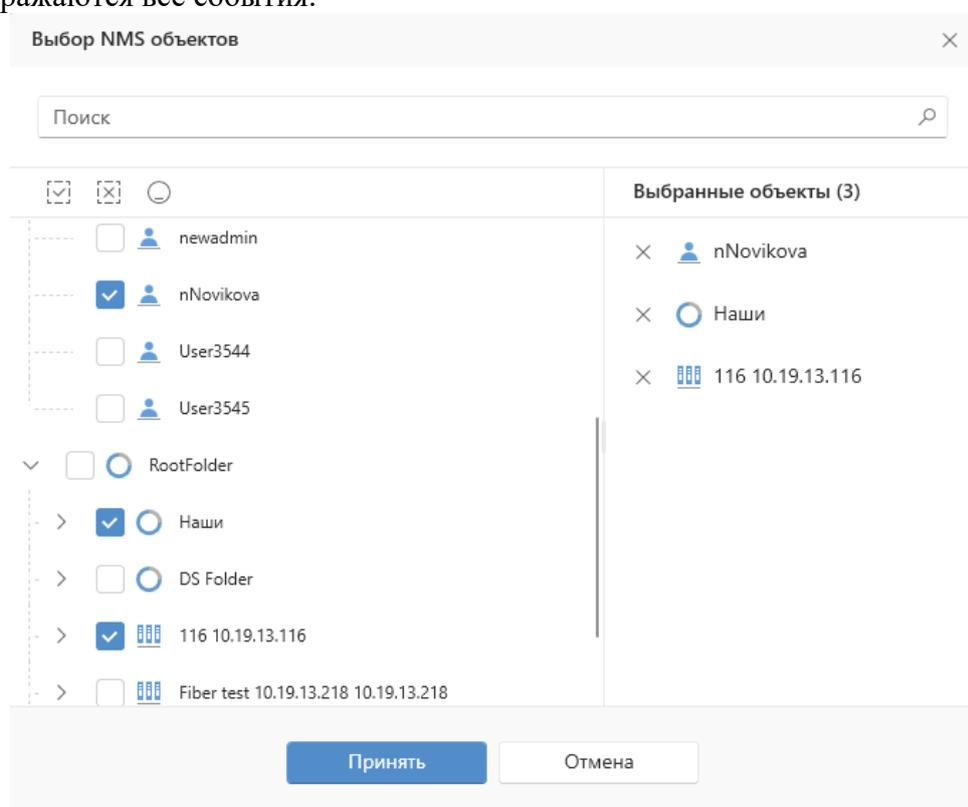

Рисунок 71 - Фильтр по объектам журнала безопасности
- **Объект** – при установленном фильтре отображаются только события, относящиеся к выбранным объектам. При пустом поле отображаются события для всех объектов. Для выбора объектов необходимо нажать на кнопку  в правой части поля и в появившемся окне (Рисунок 71) отметить один или нескольких объектов, после чего нажать на кнопку **Принять**.